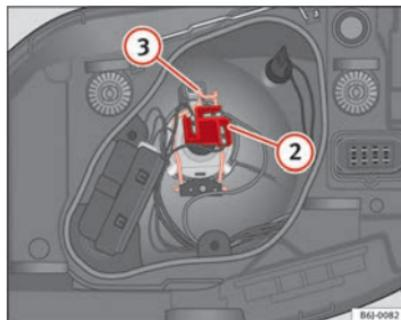

Abb. 148 Abblend-/
- Ziehen Sie den Stecker ⇒ Abb. 148 ② von der Lampe ab.
- Nehmen Sie die Haltefeder ⇒ Abb. 148 ③ durch Eindrücken und Rechtsdrehung ab.